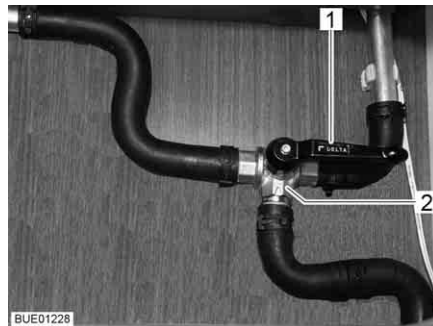

Bild 133 3-Wege-Ventil
- Den Hebel (Bild 133,1) des 3-Wege-Ventils (Bild 133,2) parallel zur geraden Durchflussrichtung (Bild 133) stellen.
- Den Hebel (Bild 133,1) des 3-Wege-Ventils (Bild 133,2) quer zur geraden Durchflussrichtung stellen.